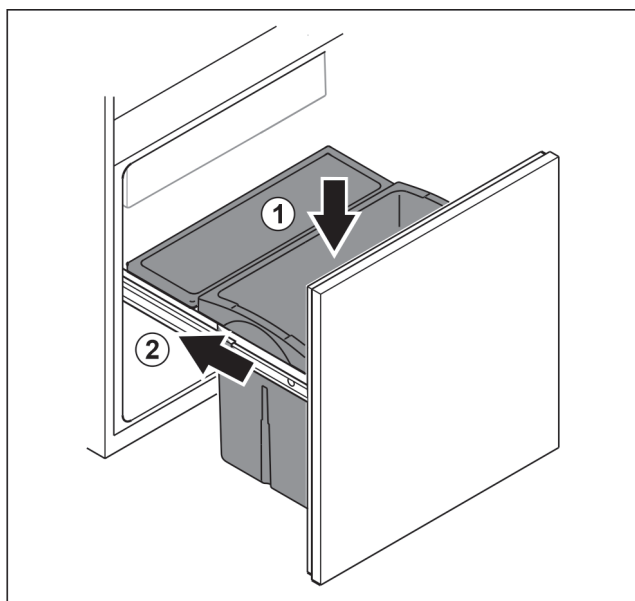

Fig. 154
- ▶ Vložte zásuvku shora. Fig. 154 (1)
- ▶ Zasuňte vysouvací vozík. Fig. 154 (2)